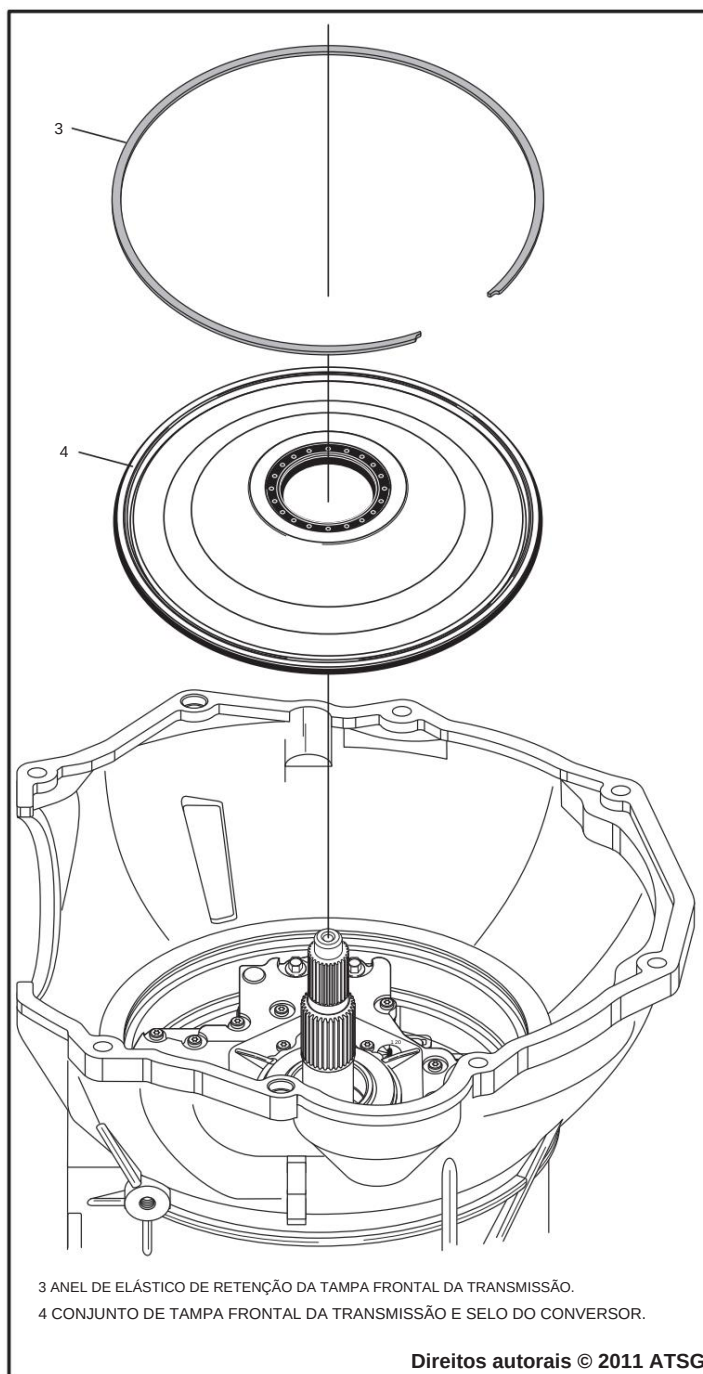

Figura 156
35. Instale a tampa frontal e o conjunto de vedação na caixa de transmissão, conforme mostrado na Figura 156.
36. Instale o anel de retenção da tampa frontal na ranhura da caixa, conforme mostrado na Figura 156, e certifique-se de que esteja totalmente encaixado.